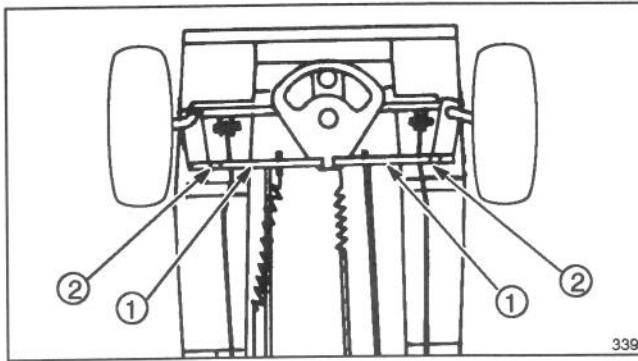
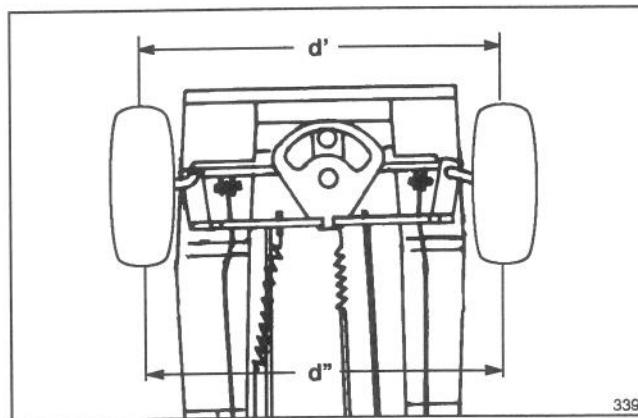

Figure 27
Figure 28
- Pour aligner les roues avant, desserrer le contre-écrou et tourner la barre d'accouplement jusqu'à ce que l'axe entre l'avant des roues (d') fasse de 1,5 mm à 6,3 mm moins que l'axe entre l'arrière des roues avant (d'') (Fig. 27 et Fig. 28).